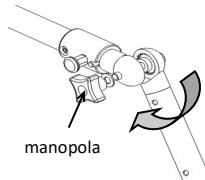

fig. 8.1: Reg. angolo ginocchio versione elevabile con snodo dentellato
• Versione elevabile con snodo dentellato (fig. 8.1)